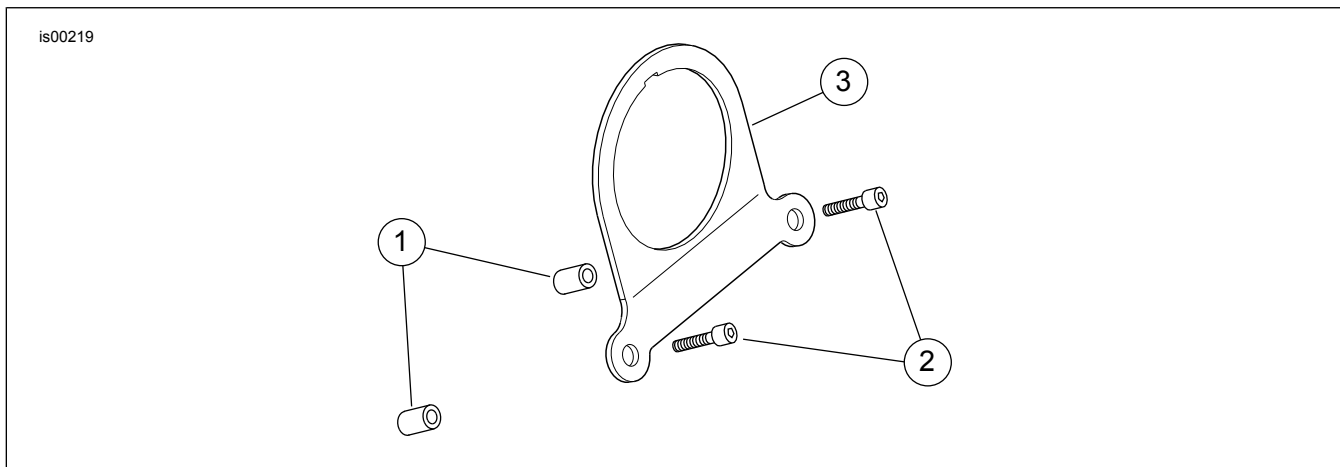

Abbildung 1. Ersatzteile für den Sportster-Mini-Drehzahlmesserhalterungssatz
Siehe Abbildung 1 und Tabelle 4.
3. Siehe Abbildung 1. Den Drehzahlmesser von vorne auf seine Befestigung (3) schieben und die Kerbe im Drehzahlmesser nach der Kerbe in der Isolierdichtung ausrichten.
1. Siehe Abbildung 1. Die beiden vorderen Lenkerschellenschrauben entfernen.
2. Distanzstücke (1) in die leeren Schellenschrauben-Ansenkungen einsetzen.
3. Die Drehzahlmesserbefestigung (3) und die Drehzahlmesserbaugruppe lose mit den Kopfschrauben (2) an der Lenkerschelle befestigen.